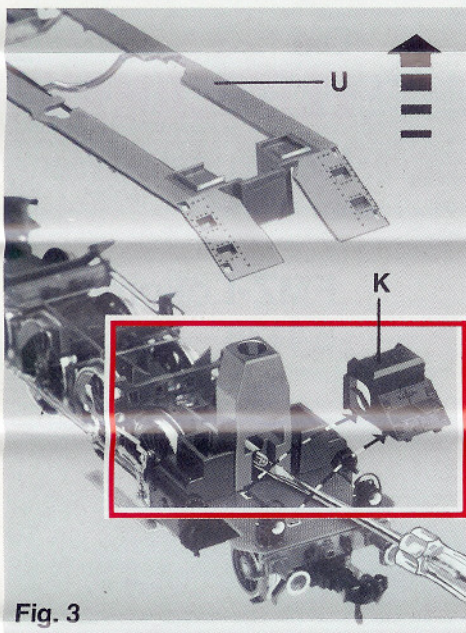

Fig. 3
**Lampenwechsel in Lok:** Umlaufblech **U** mit Blei-Beschwerung von Fahrgestell abheben. Kesselstütze **K** abziehen. Mit kleinem Schraubenzieher Lampenkontakt leicht aufbiegen und Glühlampe aus Fassung nehmen. Mit Pinzette Ersatzglühlampe einsetzen. Auf sicheren Kontakt achten. Der Zusammenbau erfolgt in umgekehrter Reihenfolge (Fig. 3 und 4). **Ersatzglühlampe: 6535**
**Changing the bulb in the loco:** Lift off the footplate **U** with lead weight from the chassis. Pull off the boiler mount **K**. Using a small screwdriver, gently bend up the bulb contact and remove the bulb from its socket. Insert the spare bulb using a pair of tweezers. Make sure the contact is correct. Re-assembly is carried out in the reverse sequence (fig. 3 and 4). **Spare bulb: 6535**
**Remplacement de la lampe à la locomotive:** Soulever et retirer la plaque de pourtour **U**. Enlever le point d'appui de la chaudière **K**. Plier légèrement au moyen d'un petit tournevis le contact de la lampe et enlever celle-ci. Placer la nouvelle lampe au moyen d'un petit prince. S'assurer du bon contact. Le remontage s'effectue de façon inverse (fig. 3 et 4). **Lampe de rechange: 6535.**
**Lampjes verwisselen in de loc:** De blinken beschermand met het loodblok U van het onderstel nemen. De ketelondersteuning K verwijderen. Met een kleine schroevendraaier de lampcontactjes voorzichtig uitbuigen en de lampjes uit de houder lichten. Met een pincet het nieuwe lampje plaatsen. Let op dat goed contact wordt gemaakt. Het weer in elkaar zetten gaat natuurlijk in omgekeerde volgorde (fig. 3 en 4). **Reserve-gloeilampje 6535.**
**Lampbyte i lok:** Lyft upp block U med blyvikt från underredet. Dra av pannstödet K. Böj upp lampkontakten lätt med en liten skruvmejsel och ta ut glödlampen ur fattningen. Sätt i en utbyteslampa med pincett. Ge akt på att du har säker kontakt. Montering sker i omvänd ordning (fig. 3 och 4). **Glödlampa: 6535.**
**Sostituzione lampadine della locomotiva.** Alzare il pannello del telaio U e la zavorra di piombo dal carrello. Estrarre il supporto della caldaia K. Con un piccolo cacciavite piegare verso l'alto il contatto della lampadina da sostituire ed estrarre quest'ultima dal supporto portalamпада. Inserire la lampadina nuova con una pinzetta, facendo attenzione affinché ci sia un buon contatto. Rimontare la locomotiva seguendo all'inverso le indicazioni precedenti (fig. 3). **Lampadina di ricambio: 6535.**